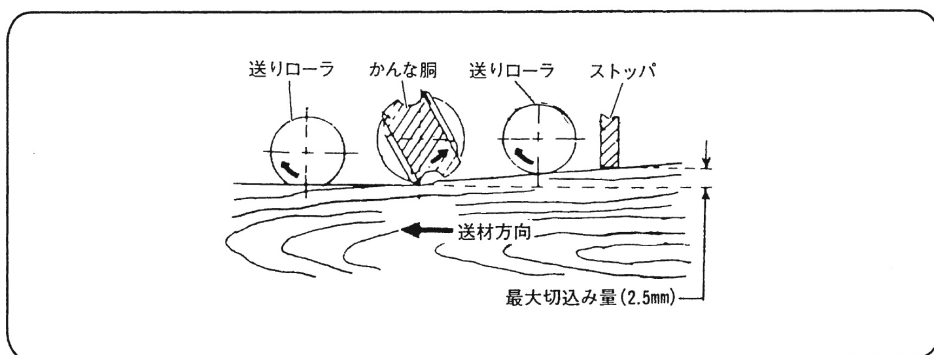

図 12
- 注** ● 最大切込み量 2.5mm 以上削ろうとしても木材はストッパ（図 12）に当り入りません。この場合は切込み量を 2.5mm 以下にし、2 回以上に分けて切削してください。